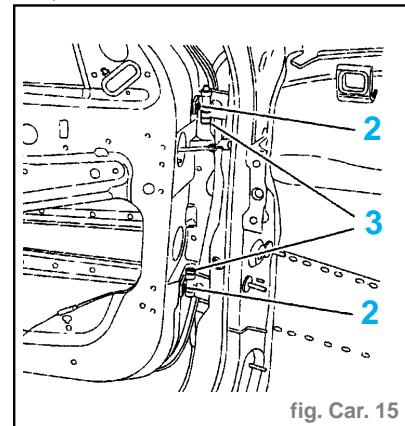

fig. Car. 15
- les 2 cales d'appui d'épaisseur **13 mm** en (C).
- Mettre en place les charnières (1) munies de pions de centrage sur pied avant.
- Serrer sans bloquer les vis (2) (fig. Car. 15).